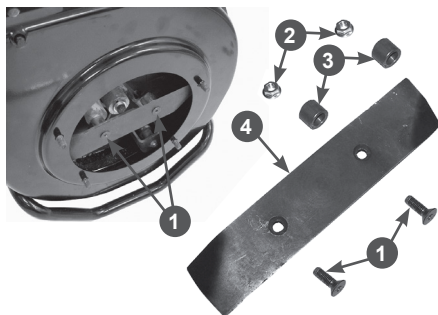

Рис. 26 Снятие ножа дробилки
- Ключом шестигранным 5 мм и ключом рожковым 13 мм (не входят в комплект поставки) открутите два болта 1 и две гайки 2 крепления ножа дробилки к диску. Осторожно извлеките из корпуса нож и две втулки 3 (Рис. 26).